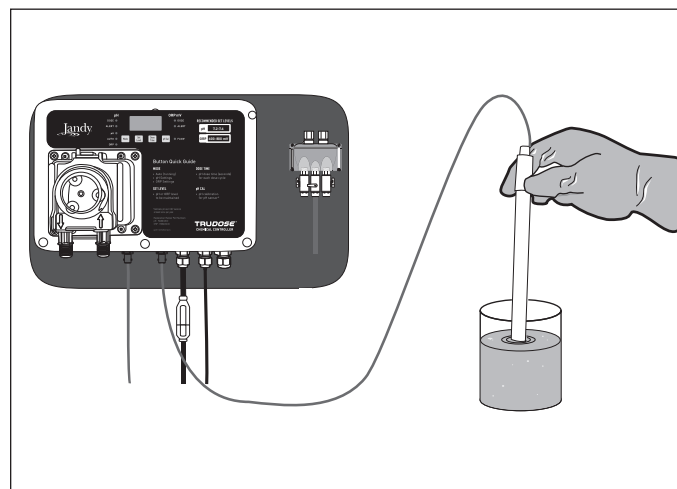

Figura 16. Verifique los sensores
2. Con el sensor todavía conectado al controlador, ponga el sensor en un vaso limpio con agua del grifo. Consulte la Figura 16.
3. Ponga el sensor en un vaso limpio con agua del grifo. La lectura debe estar entre 200 mV y 400 mV. Consulte la Figura 16.